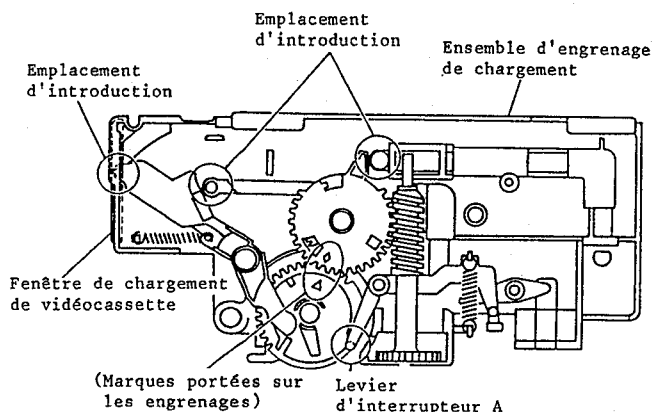

Fig. 5-6
- * Lors du remontage de l'ensemble d'engrenage de chargement, vérifier que les deux bossages du support à vidéocassette sont bien engagés dans les gorges. (Fig. 5-6)
- * Vérifier que la marque portée sur l'engrenage de vis sans fin et que la marque de l'engrenage de la roue dentée d'entraînement coïncident. (Fig. 5-6)
- * Vérifier que le bossage du levier de commutation de vidéocassette est bien engagé dans la came de la roue dentée d'entraînement. (Fig. 5-6)
- * Lors du remontage de la fenêtre de chargement de vidéocassette, vérifier que le bossage du levier de commande de fenêtre de chargement de vidéocassette est bien engagé dans la gorge de la fenêtre de chargement. (Fig. 5-6)